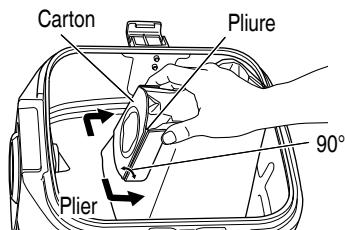

Fig. 28
- (2) Avant d'attacher le filtre à l'appareil, pliez les deux pliures dans le carton d'environ 90° dans la direction de la flèche. (**Fig. 28**)